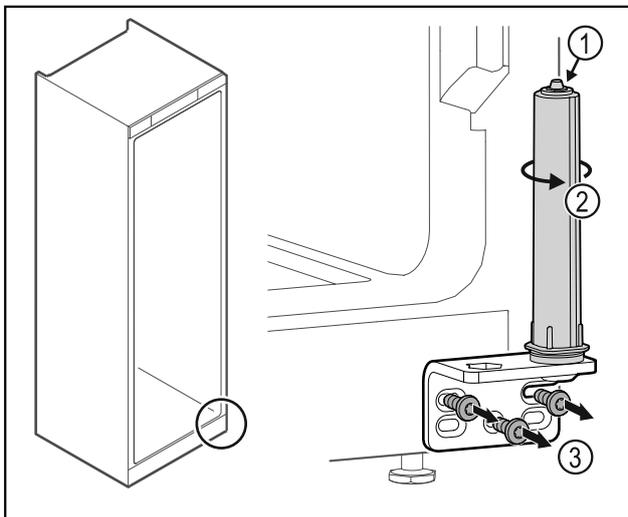

Fig. 50
- ▶ 请勿拆解关门系统 Fig. 50 (1)。
- ▶ 转动关门系统 Fig. 50 (2)，直至听到咔嚓声。
- ▶ 拧下合页角铁 Fig. 50 (3)。